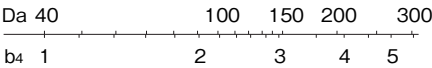

图1 尺寸系数
- C : 基本动额定负荷 (N)
- P : 等价径向负荷 (N)
- b₄ : 尺寸系数 (参照图1)